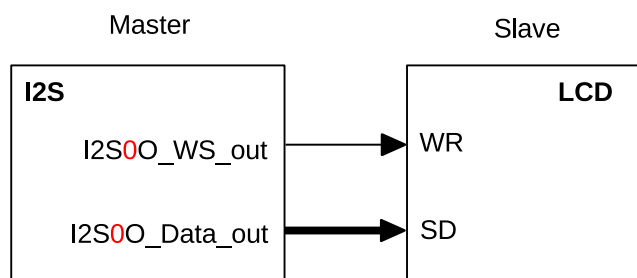

图 8-12. LCD 主机发送模式
如图 8-12 所示，在 LCD 主机发送模式下，LCD 的 WR 信号接 I2S 模块的 WS 信号，数据位宽度最大为 24 位，可以通过配置 `I2S_TX_BITS_MOD[5:0]` 寄存器选择 8/16/24 位并行输出模式。LCD 模式下，WS 时钟频率为：
2. 根据表 40 和图 8-12 的描述，配置信号管脚。